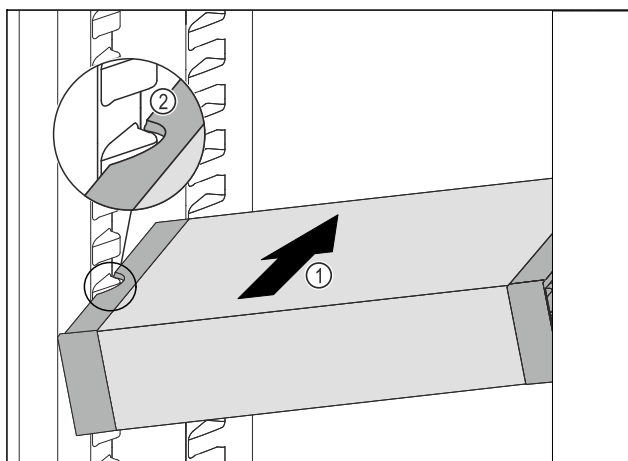

Fig. 176
- ▶ Zasuňte VarioSafe do chladničky pod úhlem tak Fig. 176 (1), aby vybrání na bocích Fig. 176 (2) VarioSafe byla na úrovni žebrování na nádoby v chladničce.